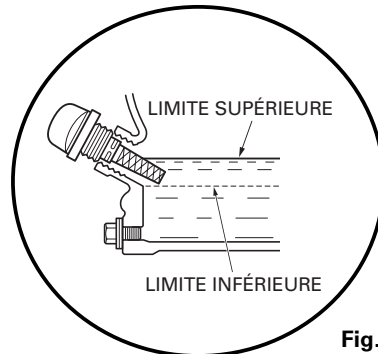

Fig.16
3. Remplir le carter moteur d'huile recommandée (voir page 24). Vérifier le niveau d'huile (Fig. 16).